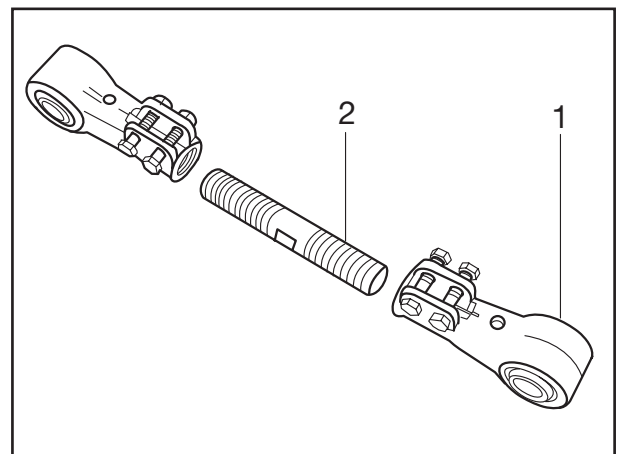

Fig. 15
- [26] Schrauben der Spannköpfe (Fig. 15/1) lösen und Verstellerschraube (Fig. 15/2) der Verbindungsstange auf Leichtgängigkeit prüfen. Bei Bedarf Verstellerschraube ausbauen, gründlich reinigen und das Gewinde mit BPW Spezial-Langzeitfett ECO-Li 91 einstreichen.
[26] Loosen bolts of the connecting rod ends (Fig. 15/1) and check the bolt of the connecting rod for smooth action. If necessary, remove the bolt, clean it thoroughly, and apply BPW special longlife grease ECO-Li 91 to the thread.
[26] Desserrer les vis des têtes de serrage (fig. 15/1) et vérifier le bon fonctionnement de la vis de réglage de la barre d'accouplement réglable. En cas de besoin, la démonter, la nettoyer à fond, et enduire le filetage de graisse spéciale BPW longue durée ECO-Li 91.